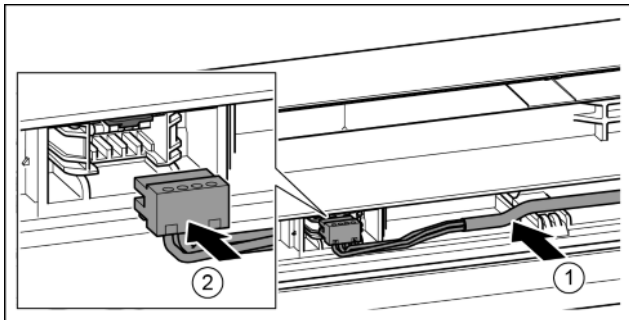

Fig. 37
- ▶ Graues Kabel in die Führung in der oberen Tür einlegen. Fig. 37 (1)
- ▶ Stecker einrasten. Fig. 37 (2)